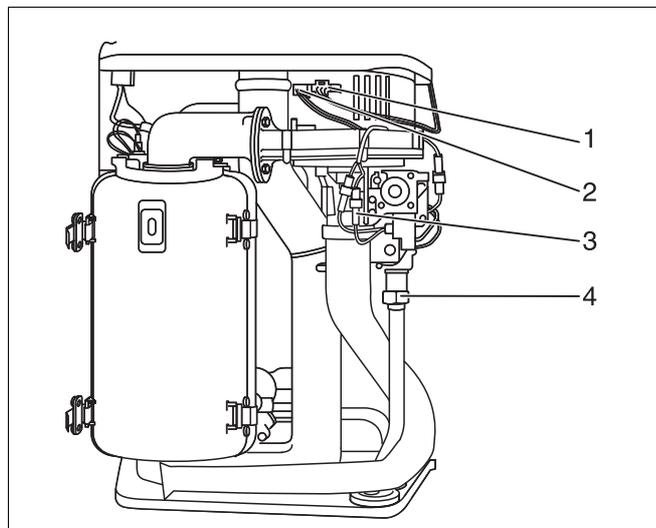

Fig. 77 Sostituire l'apparecchiatura del gas Logamax plus GB122: staccare il connettore e allentare il dado di raccordo
- Staccare la spina dell'alimentazione elettrica del ventilatore (fig. 77, pos. 1), la linea di comando UBA del ventilatore (fig. 77, pos. 2) e l'apparecchiatura del gas (fig. 77, pos. 3).
- Allentare il dado di raccordo (fig. 77, pos. 4) dell'apparecchiatura del gas.